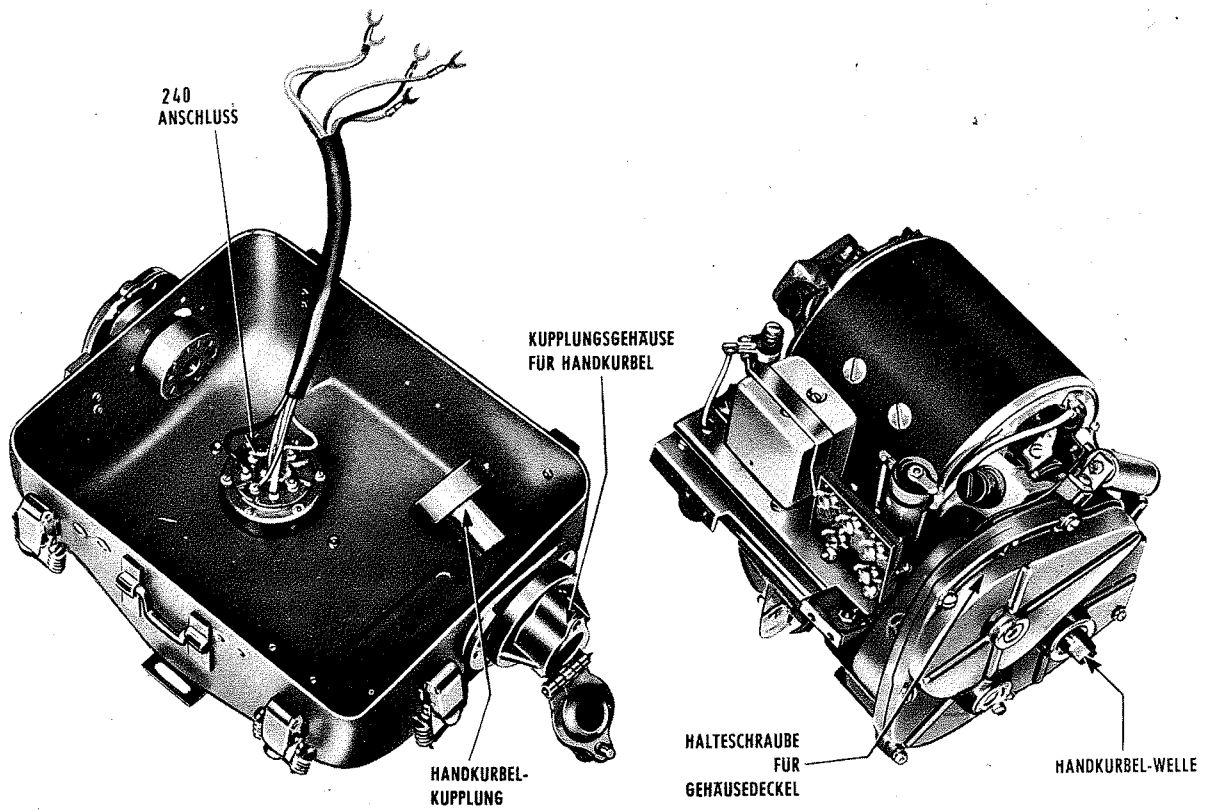

Bild 105 Generator GN-58-A aus dem Unterteil genommen
- Vom Kurbelschaft des Kupplungsgehäuses sieben Schrauben entfernen (Bild 105).